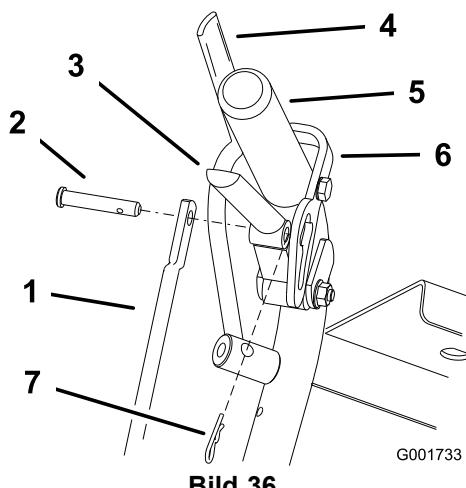

Bild 36
- Lassen Sie den Antriebshebel los und entfernen Sie den Splint und Lastösenbolzen, um die Länge der Stange einzustellen. Drehen Sie die Stange im Stangen-Anschlussstück (Bild 36).
- Stecken Sie den Lastösenbolzen in den Antriebshebel (Bild 36).
- Stecken Sie den Splint zwischen den Antriebshebeln und den Neutral-Arretierungen in die Lastösenbolzen (Bild 36).